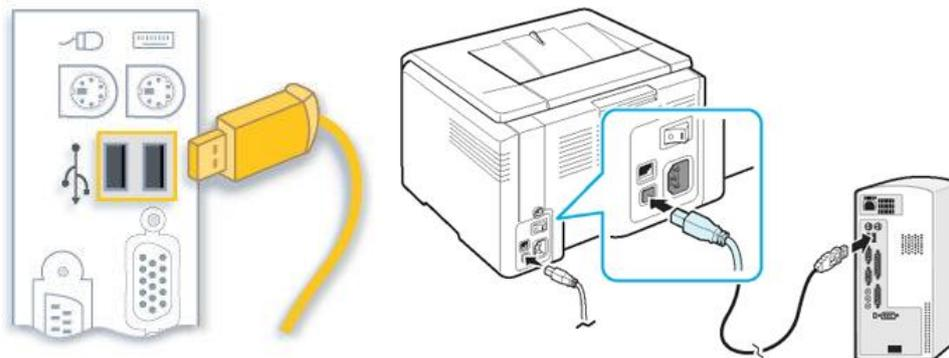

Рисунок 29.2 – Подключение МФУ к ПК
7. Возьмите кабель питания, вставьте его в разъем сзади МФУ. Достаньте USB кабель для того, чтобы подключить устройство к компьютеру. Один край подключите к системному блоку, второй – в МФУ (рисунок 29.2).